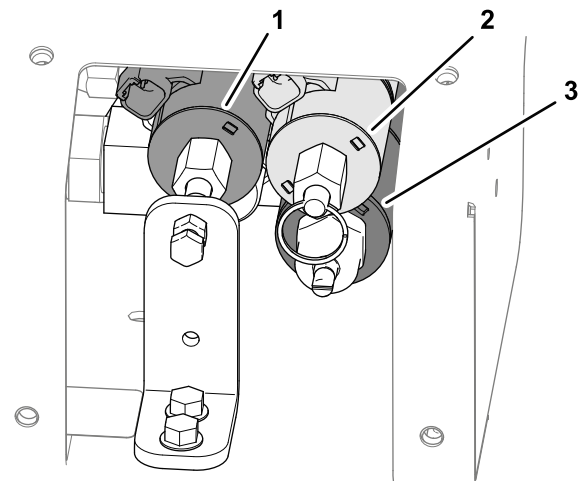

Figure 28
3. Localisez les 3 vannes de commande (Figure 28).